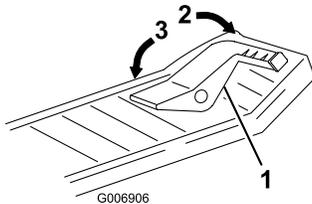

Bild 14
2. Stellen Sie den Fuß auf das Fahrpedal und treten Sie langsam oben auf das Pedal, um vorwärts zu fahren. Treten Sie auf das untere Ende des Pedals, um rückwärts zu fahren (Bild 14).